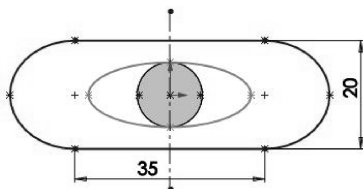

图 3-43 绘制瓶身草图
- 06 在新添加的基准面 1 上，绘制如图 3-43 所示的图形。